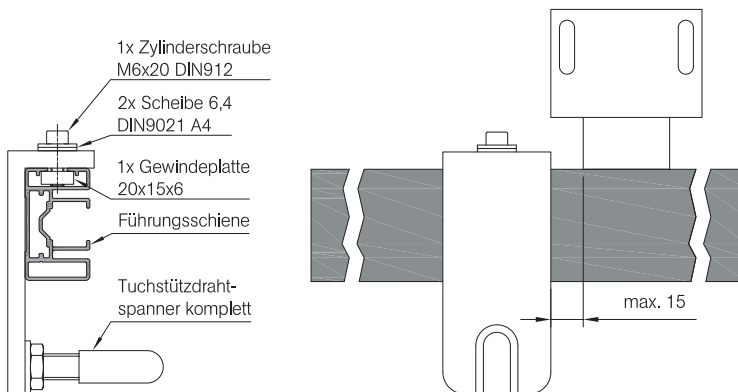

Abb. 9: Tuchstützdrahtwinkel an Führungsschiene befestigen
- » Die Gewindeplatte 20x15x6 (Abb. 9) muss vor der Montage der Führungsschiene in die obere Gasse der Führungsschiene eingeschoben und in der Nähe eines mittleren Führungsschienenhalters fixiert werden.